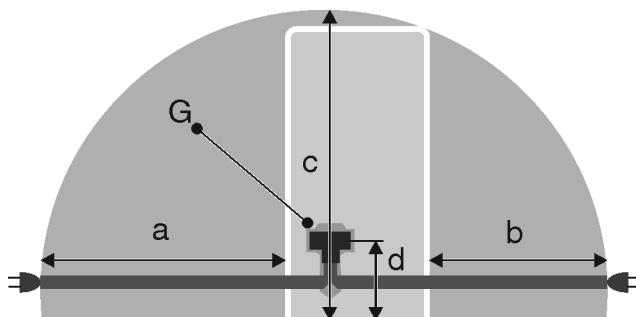

Fig. 25
- Розетка знаходитьться за межами зони задньої стінки пристрою у заданому діапазоні Fig. 25 (a, b, c).
- Штекер пристрою Fig. 25 (G) вставити на задній стінці пристрою. Слід звернути увагу на належну фіксацію.